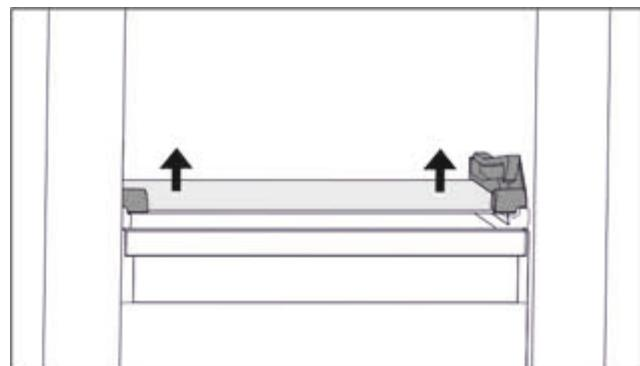

Fig. 92 Скляна пластина відкидного висувного ящика
- Скляну пластину натиснути з обох боків знизу вгору. (див. Fig. 92)